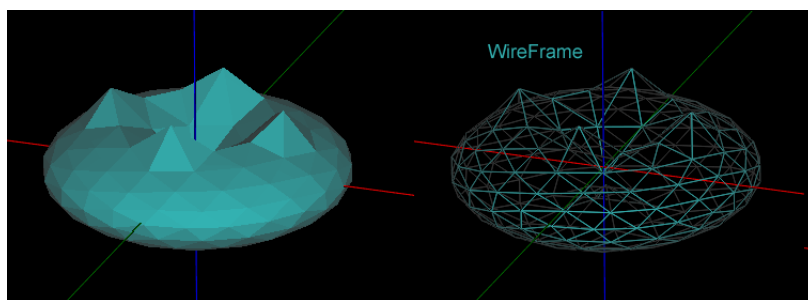

Figura 1.6.: Wireframe
- **Wireframe** - attiva/disattiva la visualizzazione degli **Oggetti** 3D in superfici ombreggiate o modalità wireframe, vedi figura 1.6.